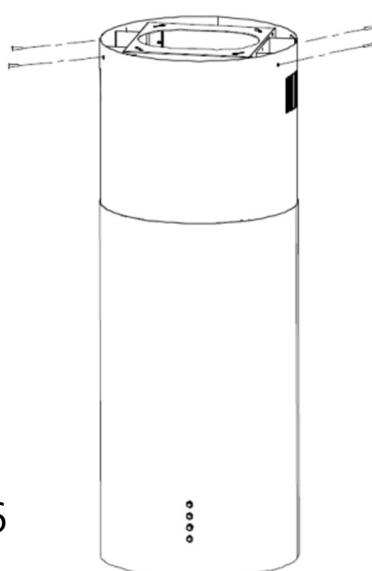

Рис.6
8. Поднимите кожух наверх к подвесному брусу и закрепите с помощью винтов M4\*8 (4 шт.) (Рис.6). Установка завершена.